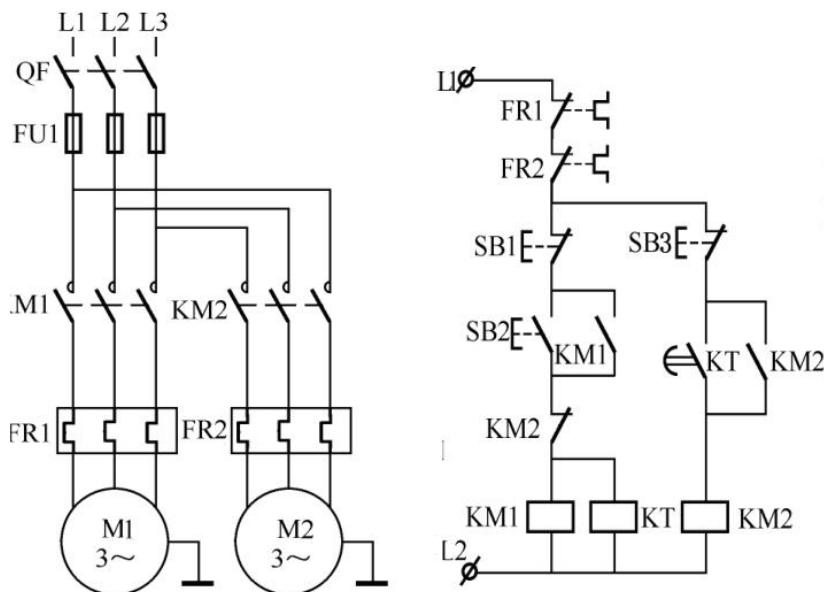

图1-3-9 继电器控制系统的设计与制作参考图
某系统由2台电动机M1和M2拖动，拖动要求：(1) M1先启动，经过10s后M2起动；(2) M2启动后，M1立即停止。电动机型号为Y-112M-4，4kW、380V、△接法、8.8A、1440r/min，请按要求完成该部分电气系统的设计、安装、接线、调试与功能演示，(现场提供的电路原理图进行安装如图1-3-9所示)。